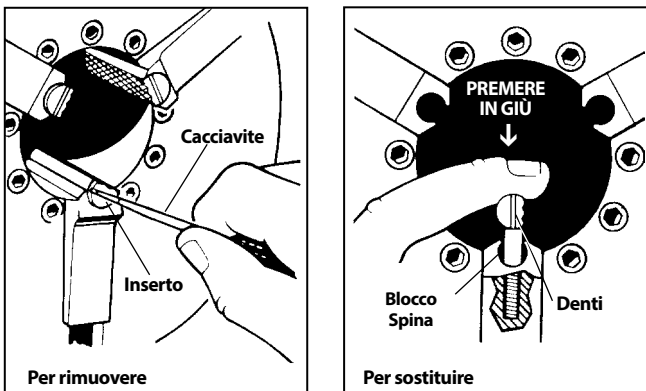

Figura 31 – Sostituzione degli inserti delle ganasce
1. Collocare il cacciavite nella fessura dell'inserto e girarlo di 90 gradi in una qualsiasi direzione. Rimuovere l'inserto (Figura 31).
2. Collocare l'inserto lateralmente sul perno di blocco e premerlo il più possibile (Figura 31).